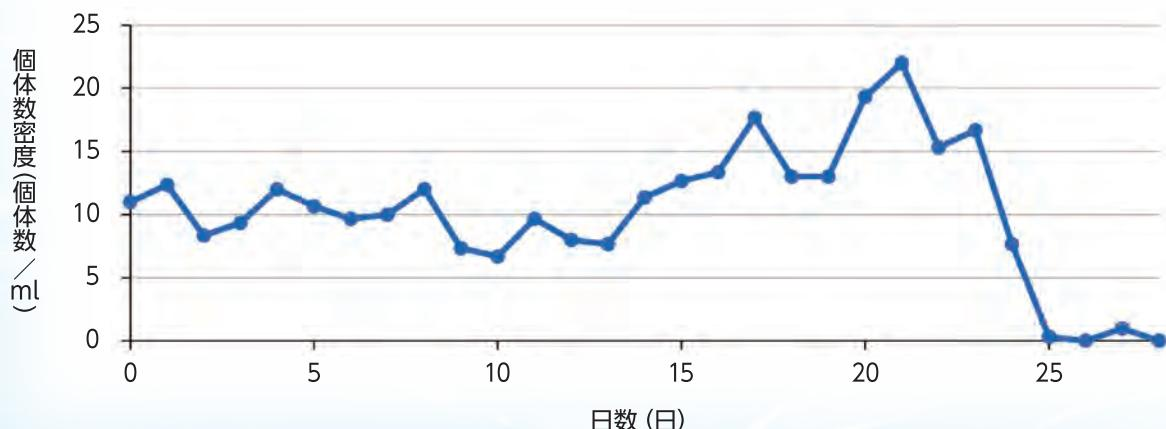

図6 低塩分環境下におけるワムシの個体数密度
- 低水温・低塩分ワムシでは、10°Cで培養したワムシを10PSUの培養水槽から低塩分(1PSU)の水槽に移しても、3週間以上活力を失いませんでした(図6)。